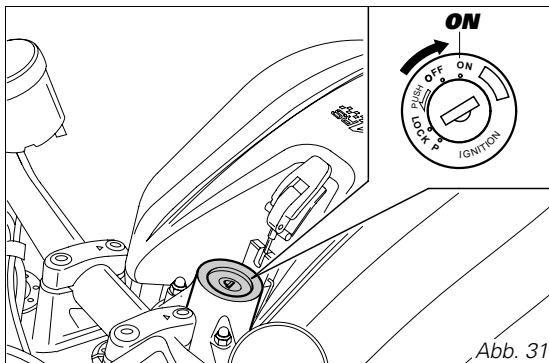

Abb. 31
1) Den Zündschlüssel auf **ON** drehen (Abb. 31). Prüfen, ob die grüne Kontrollleuchte **N** und die rote Kontrollleuchte  am Cockpit aufleuchten.